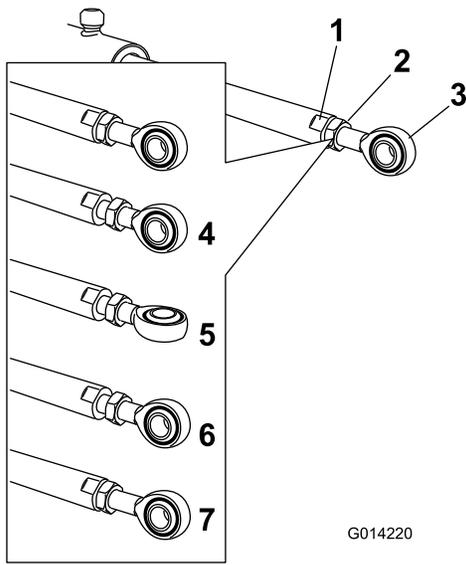

图 110
5. 使用扳手将提升器杆固定在杆的平面处然后松开锁紧螺母图 110。
6. 转动提升器杆上的杆端将延伸的提升器缩短或延长至所需的位置图 110。